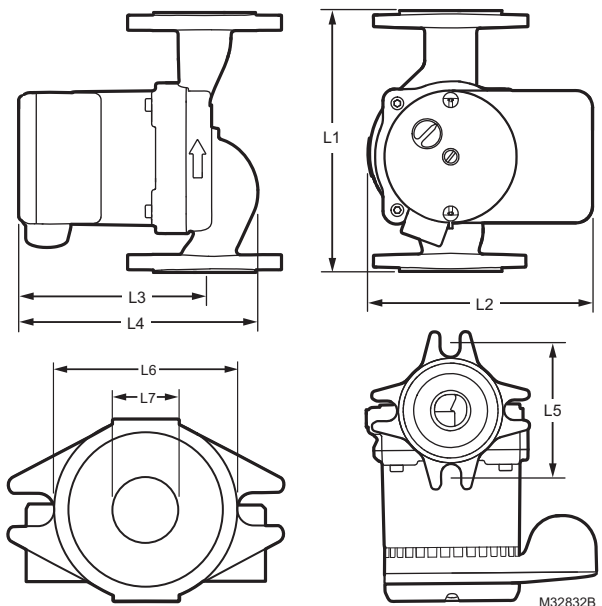

Fig. 1. Dimensiones de la bomba en pulgadas (mm).
**Conexión de brida:** Brida universal. Consulte la Fig. 1.